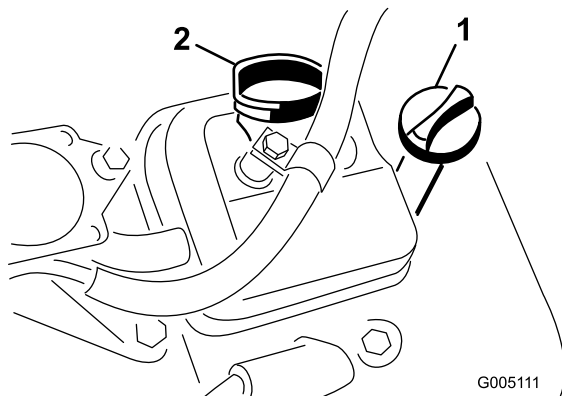

Figura 25
2. Svitare l'asta di livello e asciugarla con un panno pulito. Avvitare l'asta di livello nel relativo tubo e assicuratevi che sia fissata saldamente (Figura 25).